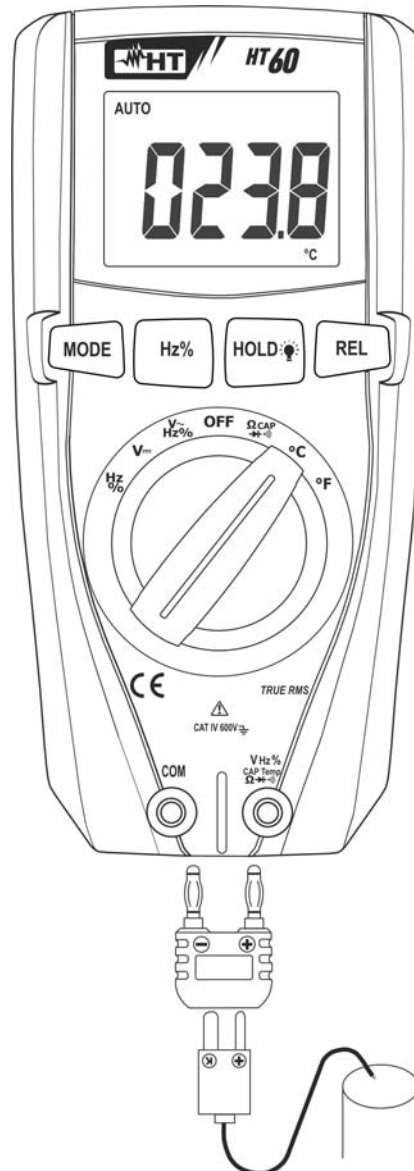

Abb. 8: Verwendung des Gerätes für Temperaturmessung
2. Stecken Sie den mitgelieferten Adapter in die Eingangsbuchsen **VHz%CAPTemp Ω▶+)** (Polarität +) und **COM** (Polarität -) (siehe Abb. 8).